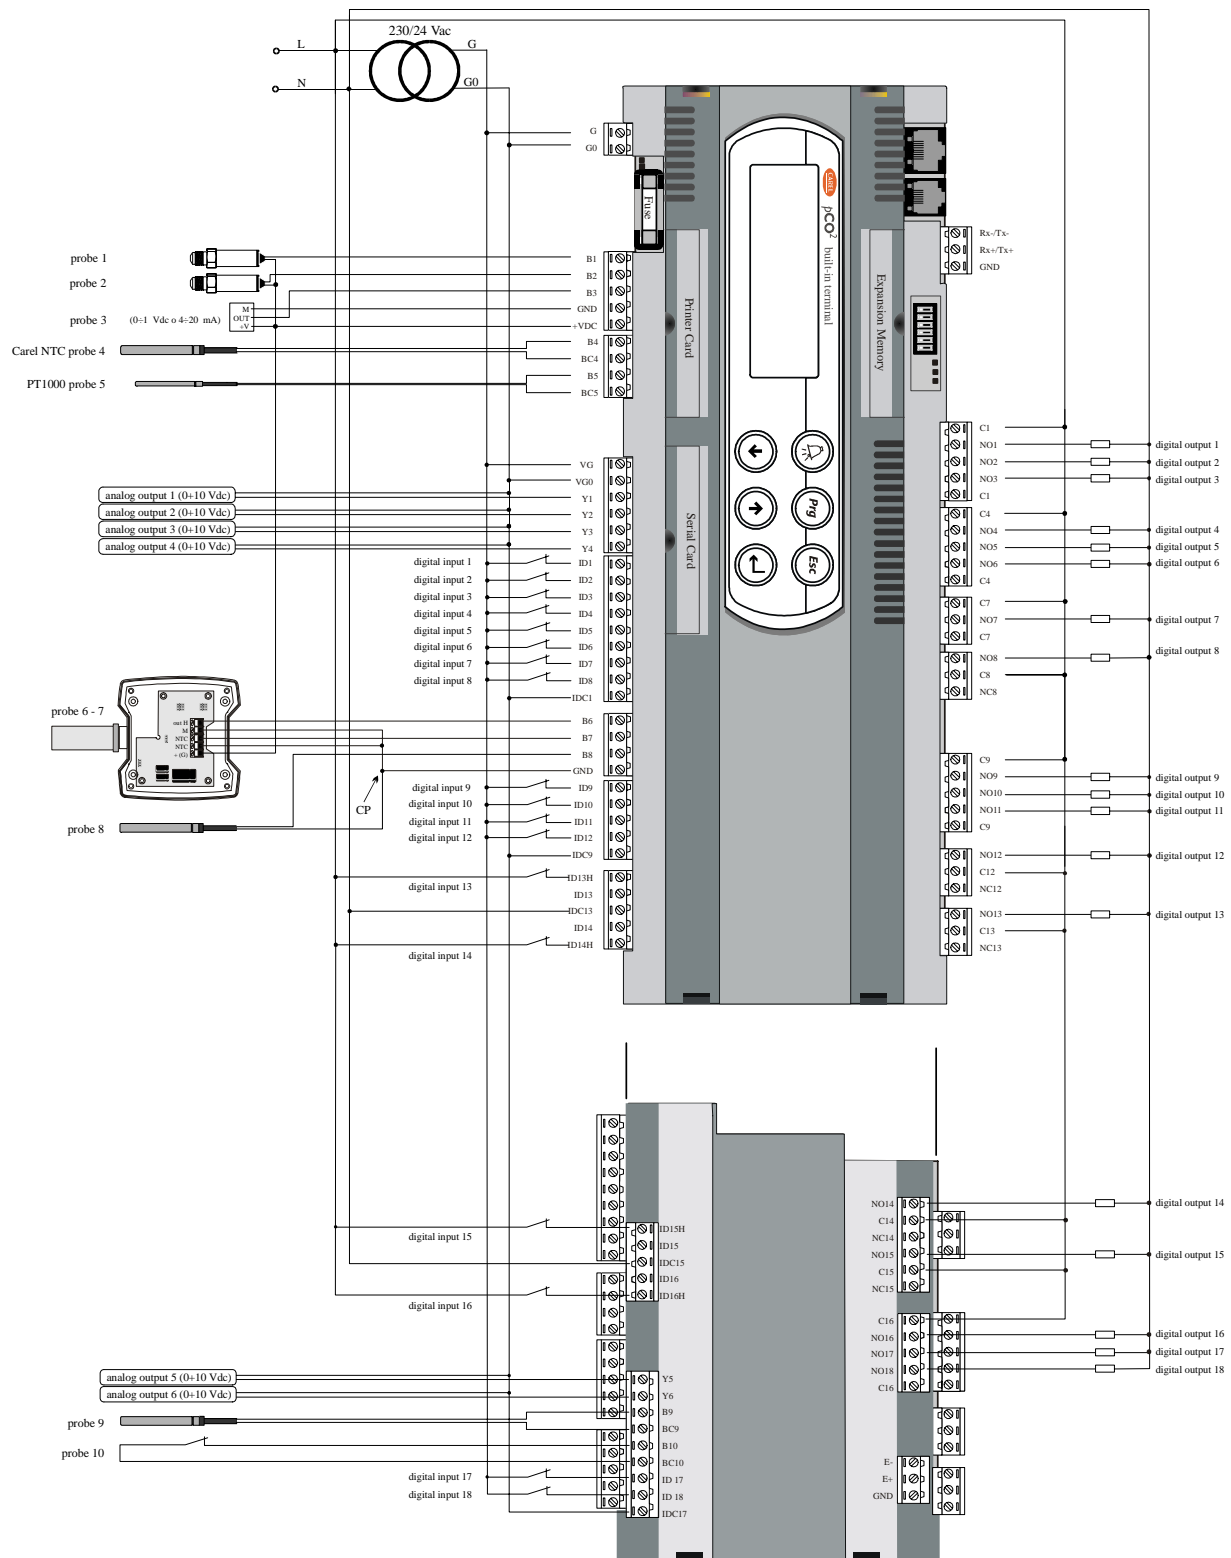

Abb. 7.1
Nachfolgende werden zwei Beispiele (Abb. 7.1 und 7.2) von Stromanschlüssen des pCO2 an verschiedene Vorrichtungen angeführt..
- Der gemeinsame Anschluss CP der Abb. 7.1 (probe 8) muss direkt auf der Klemme GND geführt werden oder darf zumindest nie außerhalb der Schalttafel erfolgen.